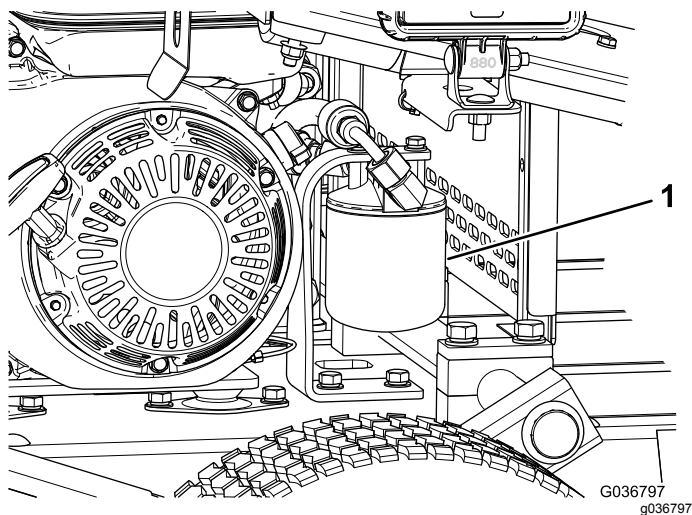

Figura 37
5. Coloque un recipiente debajo del filtro y retire el filtro (Figura 37).